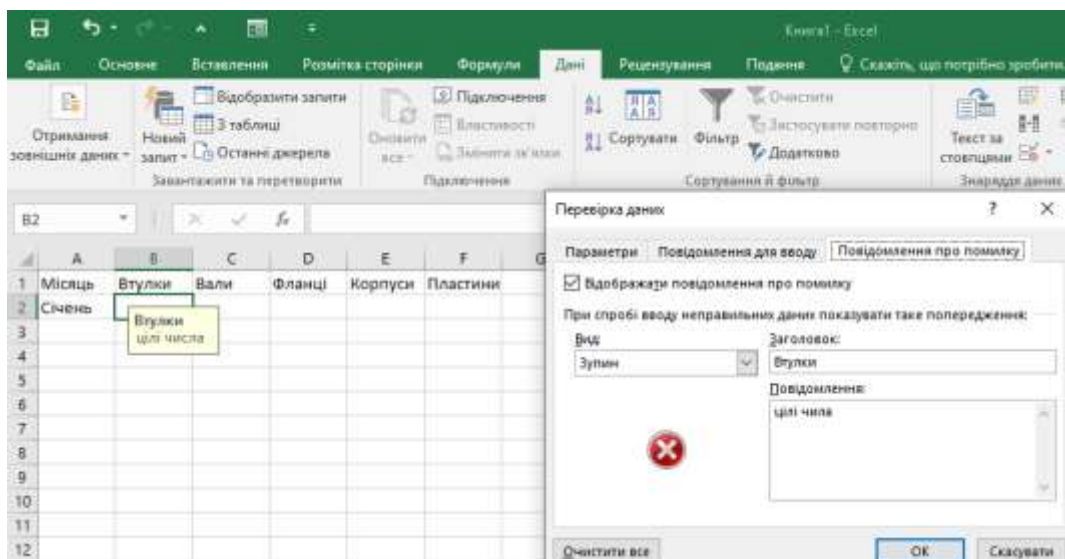

Рисунок 2.25 – Діалогове вікно про помилку введення
5. Для приєднання списку до клітинки її потрібно виділити і виконати команду: вкладка *Дані*, розділ *Знаряддя даних*, мініатюра *Перевірка даних*. Відкриється діалогове вікно *Перевірка даних*: вказати *Параметри*, *Повідомлення для вводу* та *Повідомлення про помилку* (рисунок 2.25).